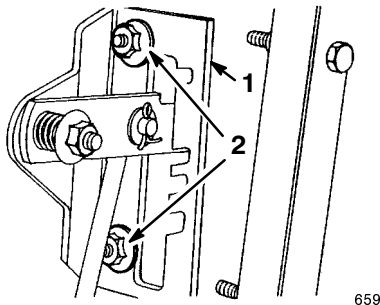
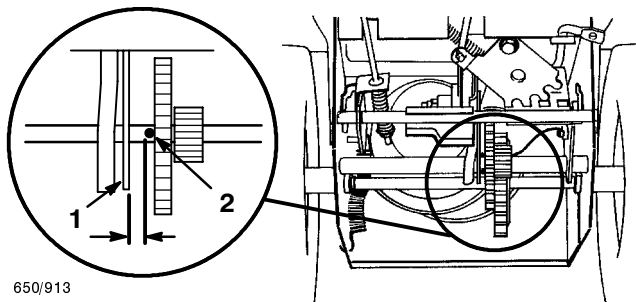

Figure 28
Figure 29
4. Desserrez les écrous à embase de fixation de la plaque de changement de vitesse au panneau de commande (Fig. 28).
Remarque : L'ensemble de transmission doit se trouver à 3 mm de la goupille. Si ce n'est pas le cas, faites glisser la plaque de changement de vitesse (Fig. 28) pour obtenir l'écartement correct de 3 mm (Fig. 29).